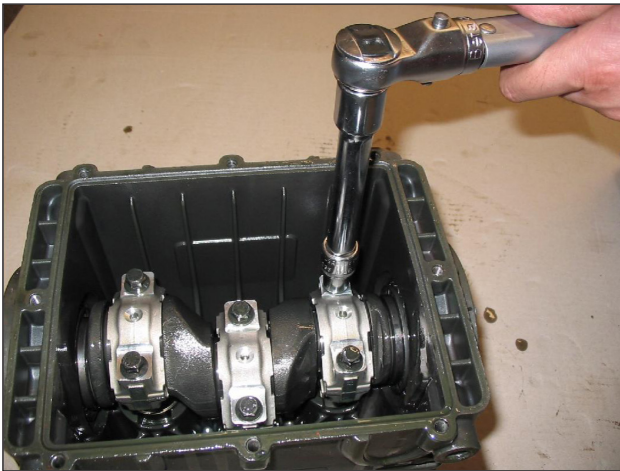

Abb. 10
- Befestigen Sie die Pleueldeckel an den entsprechenden Pleuelschäften mit den Schrauben M8x1x48 (Abb. 10) und schmieren Sie sowohl den Bereich unter dem Kopf als auch den Gewindeschaft in zwei verschiedenen Schritten: